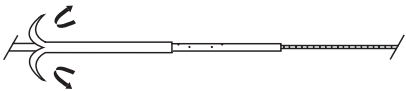

Abb. 3
- c) Nach dem ersten Vorschieben des Katheters über den Führungsdraht die Einführhilfe für den Kathetervorschub zurückziehen υνδ εντεννεην, indem διε βειδην ασεινανδεργεζογεν βερβυδην. (Abb. 3)